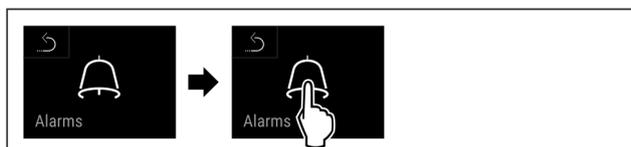

Fig. 152
- u Handlungsschritte (siehe Fig. 152) durchführen.